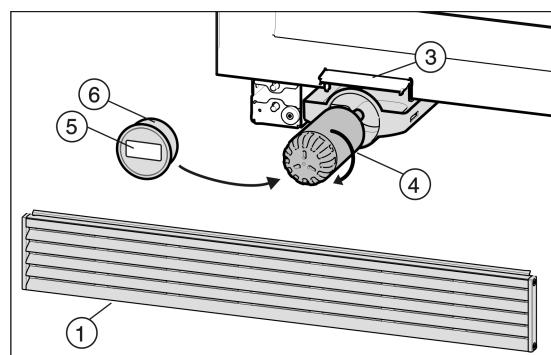

Fig. 9
- Colocar o novo filtro d'água Fig. 9 (4) e girar em aproximadamente 100° no sentido horário até o batente.
- Colocar a Fig. 9 (6) tampa do filtro.
- Na etiqueta Fig. 9 (5) anexa anotar a data da próxima troca e colar na tampa do filtro Fig. 9 (6).
- O filtro de água Fig. 9 (4) deverá ser introduzido.
- Fechar chapeleta de troca do filtro Fig. 9 (3).
- Recolocar a grade de ventilação Fig. 9 (1) e pressionar para baixo. Deverá ficar a topo com o chão.